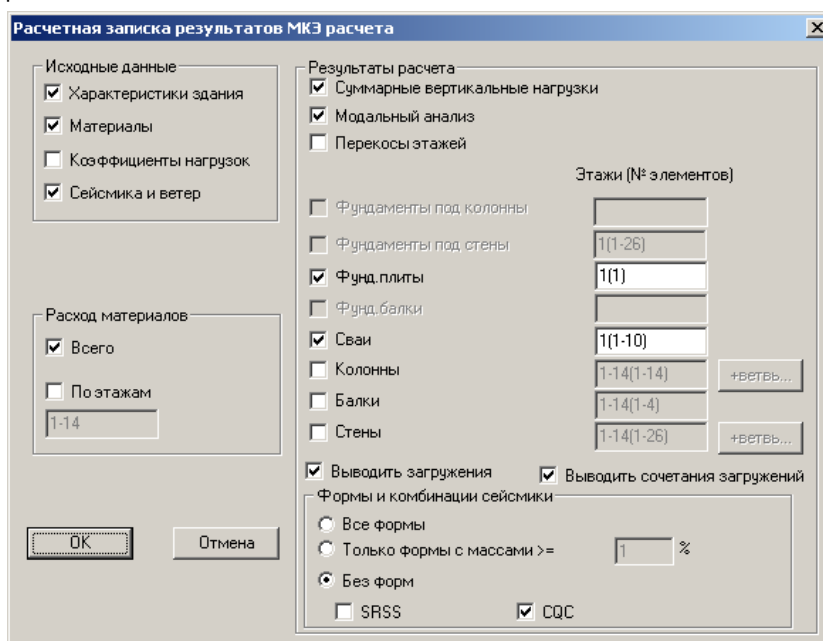

Рис.1.27.7. Окно диалога **Расчетная записка результатов МКЭ расчета**
- В открывшемся окне диалога **Расчетная записка результатов МКЭ расчета** (рис. 1.27.7) выполните следующие действия: